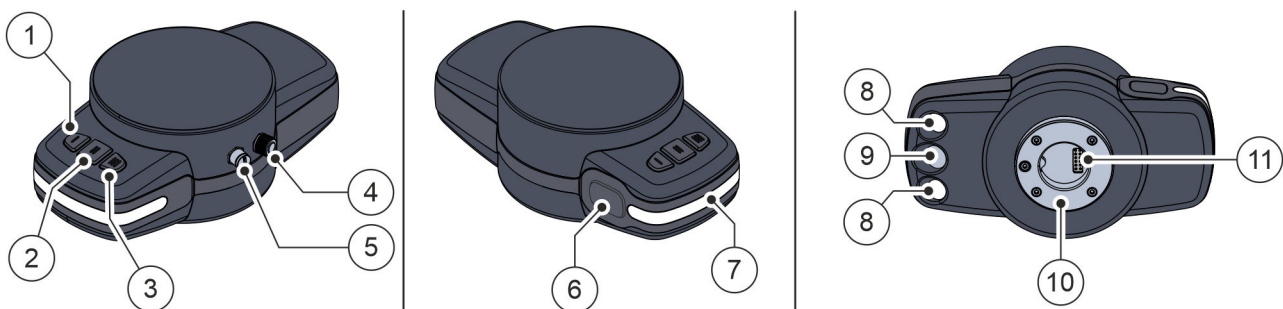

Abb. 5 Aufbau Medienflansch
- ② Funktionstaste [2]
- ③ Funktionstaste [3]
- ④ Externe elektrische 8-Pin-Schnittstelle
- ⑤ Externe elektrische 6-Pin-Schnittstelle
- ⑥ Handführungstaster
- ⑦ Status-LED
- ⑧ Kamera-LED
- ⑨ Kamera
- ⑩ Verbindungsflansch Werkzeug
- ⑪ Interne elektrische 12-Pin-Schnittstelle
Auf der Oberseite des Medienflansches befinden sich 3 Funktionstasten **Abb. 5/①** – **③** mit den folgenden Funktionen:
Über den Verbindungsflansch **Abb. 5/⑩** und die zugehörige elektrische Schnittstelle **Abb. 5/⑪** kann ein Werkzeug an den Roboter angeschlossen werden. Der Verbindungsflansch kann standardmäßig ohne weiteren Installationsaufwand alle Werkzeugtypen aufnehmen, die die Anforderungen der ISO 9409-1-50-4-M6 erfüllen. Für Werkzeuge, bei deren Verwendung zusätzliche elektrische Signale verarbeitet werden müssen, stehen 2 weitere externe Schnittstellen **Abb. 5/④** + **⑤** zur Verfügung (☞ *Kapitel 2.2.5 „Schnittstellen“ auf Seite 23*).
Bei betätigtem Handführungstaster **Abb. 5/⑥** kann der Roboterarm in der Betriebsart Manuell per Hand bewegt und ausgerichtet werden. Die Bremsen des Roboters sind dabei gelöst und eine Berührung des Roboters durch den Bediener löst keinen Kollisionshalt aus.
Mithilfe der Kamera **Abb. 5/⑨** an der Unterseite des Medienflansches kann der Roboter für variable Automatisierungsprozesse genutzt werden, für die eine optische Erkennung von Objekten und Positionen (z. B. mithilfe der als 2D-Codes ausgeführten AgileTags) notwendig ist. Dank der beiden Kamera-LEDs **Abb. 5/⑧** ist die Kamera auch in dunkleren Umgebungen funktionsfähig.